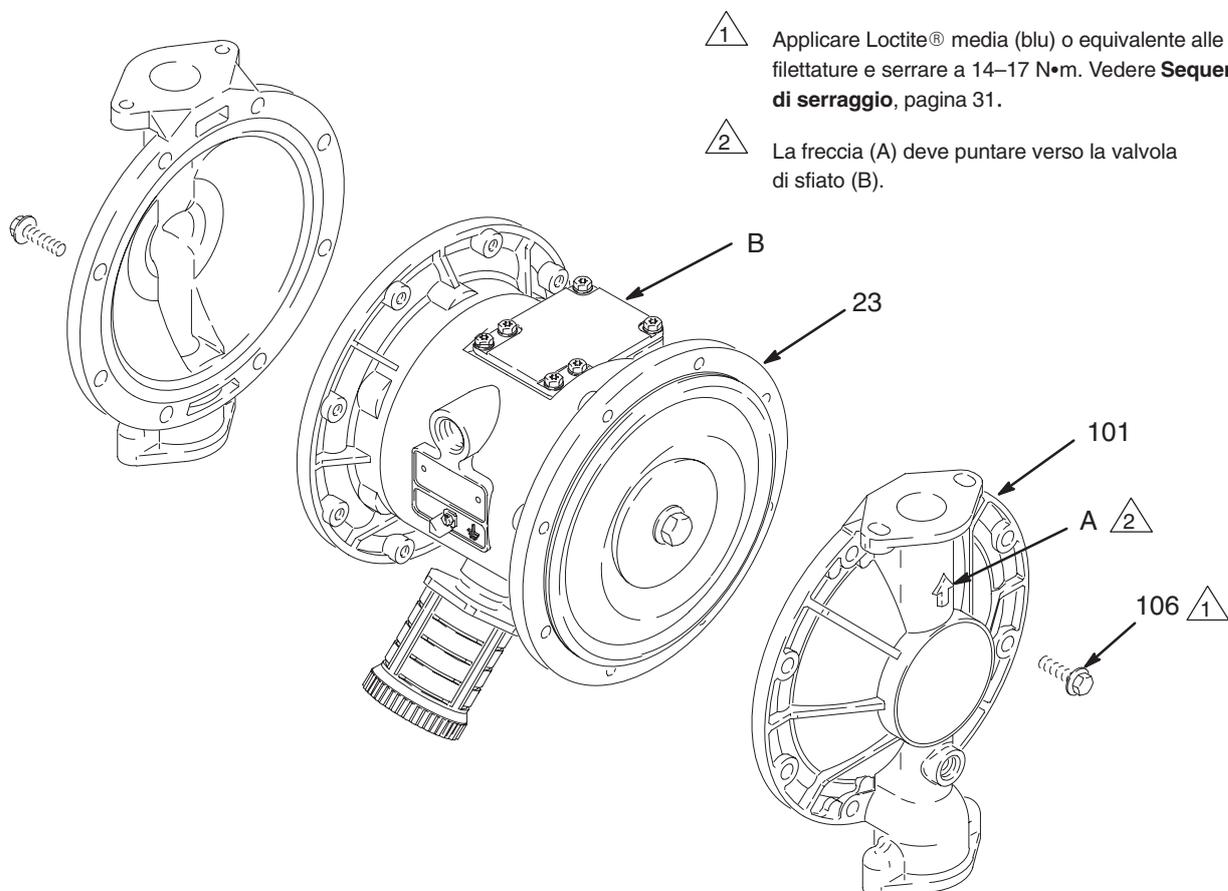

Fig. 13
3. Utilizzando delle chiavi fisse a tubo da 10 mm, rimuovere le viti (106) che mantengono insieme i coperchi del fluido (101) sui coperchi dell'aria (23). Estrarre i coperchi del fluido (101) dalla pompa. Vedere Fig. 13.